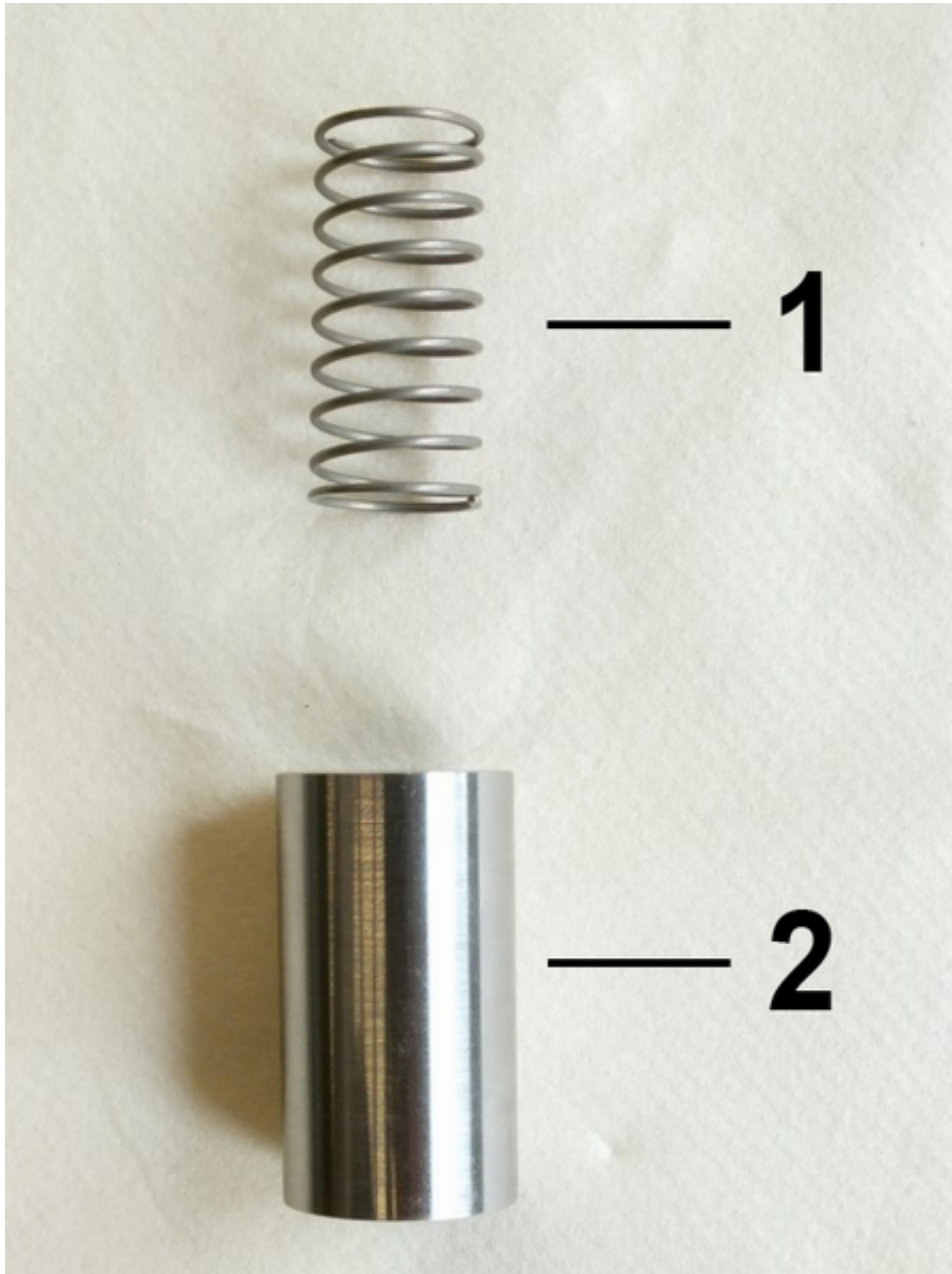

Abb. 43: Innenteile
1. ➤ Feder (Abb. 43/1) in den Schwebekörper (Abb. 43/2) einführen